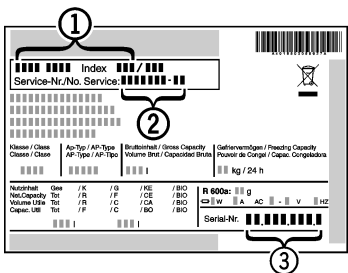

Fig. 10
- Denominación del aparato Fig. 10 (1), nº del servicio técnico Fig. 10 (2) y nº de serie Fig. 10 (3) en la placa de identificación. La placa de identificación se encuentra en la parte interior izquierda del aparato.
- Informe al servicio postventa e indique el fallo, la denominación del aparato *Fig. 10 (1)*, el nº del servicio técnico *Fig. 10 (2)* y el nº de serie *Fig. 10 (3)*.